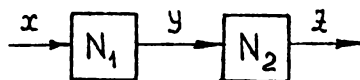
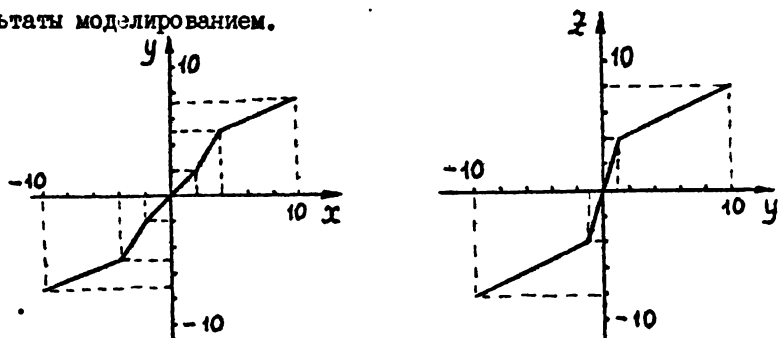

Рис.6
Рис.7
8. Рассчитайте статическую характеристику для последовательного соединения двух блоков (рис. 6), если N_1 и N_2 имеют вид, указанный, соответственно, на рис. 7. Прodelайте ту же опе-